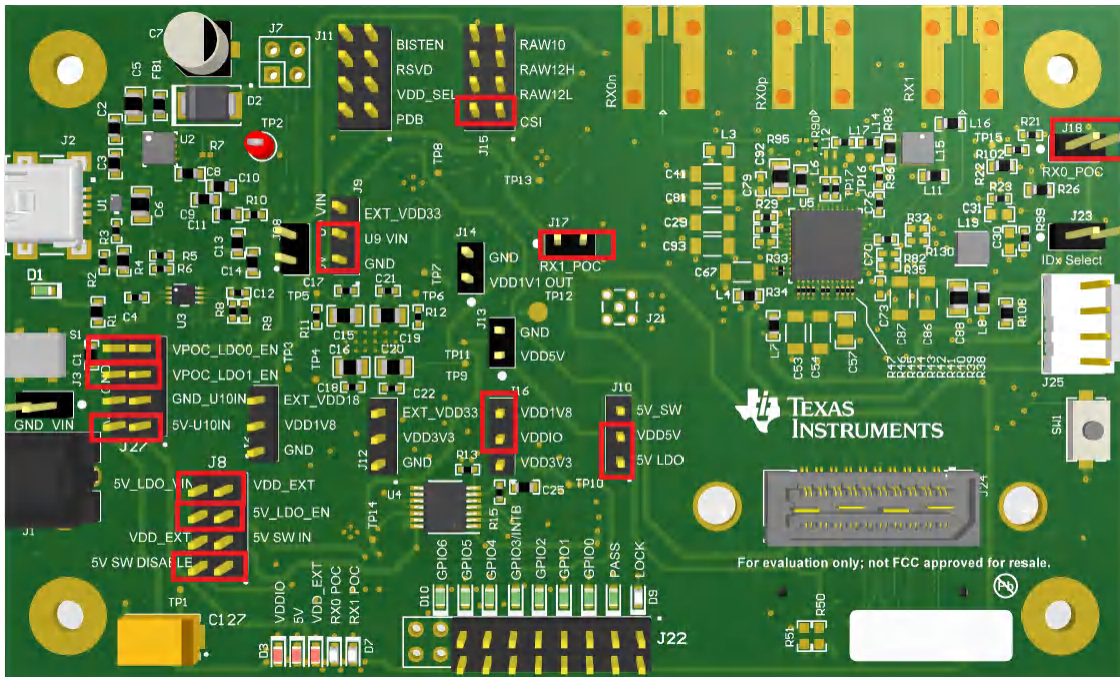

图 3-32. 突出显示了跳线的 DS90UB954-Q1EVM (或变体)
10. 在 DS90UB954EVM (或变体) 上, 确保所有跳线都正确覆盖图 3-32 中突出显示的接头。